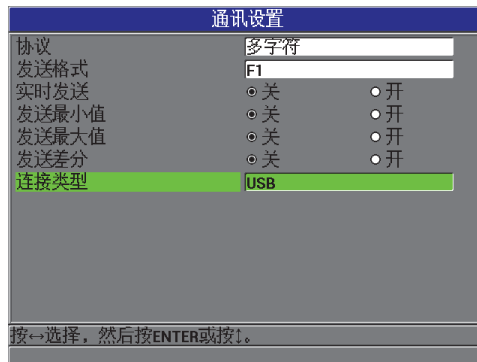

图 8-1 通讯设置屏幕 — USB
5. 在**通讯设置**屏幕上，将**连接类型**设置为 **USB**（参见第 126 页的图 8-1）。